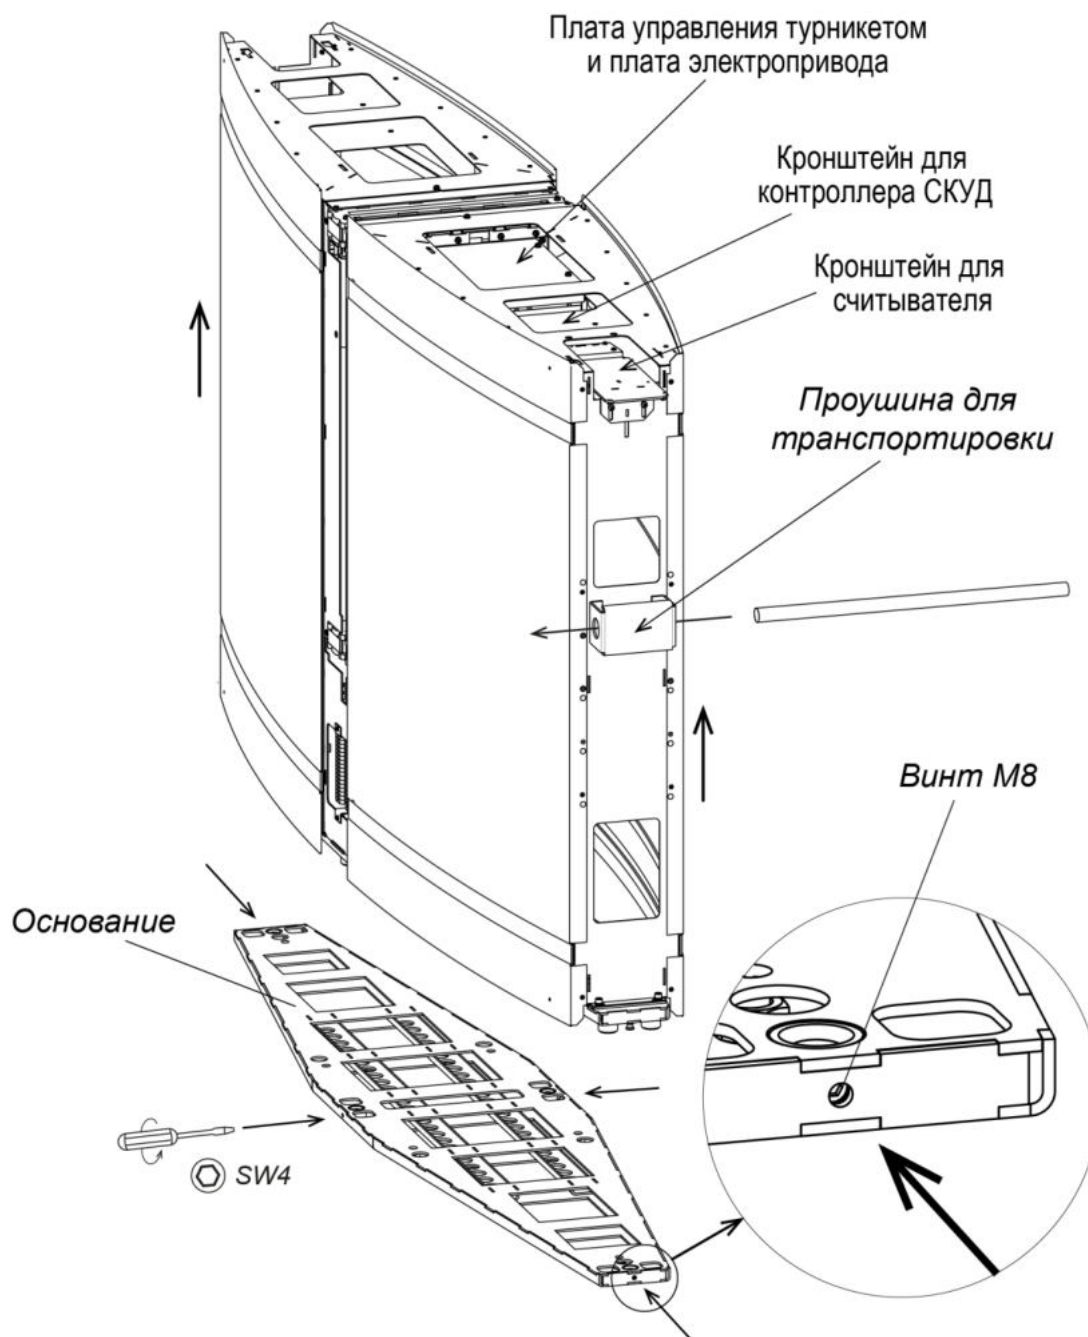

Рисунок 20. Демонтаж секции с основания
10. Установите секцию *Master* на основание, предварительно протянув внутрь ее соединительные кабели. Используя шестигранный ключ SW4, закрепите секцию на основании с помощью четырех установочных винтов M8 (см. рис. 20). При необходимости для более удобной прокладки кабелей внутри корпуса секции имеется возможность отсоединить и выдвинуть по продольной оси одну или две съемные части корпуса (см. разд. 8.7.3, рис. 21).
18. При необходимости произведите монтаж считывателей карт доступа и контроллера СКУД – считыватели устанавливаются на предусмотренные для этого кронштейны, расположенные внутри секций под верхними блоками индикации крышек или непосредственно на блоках индикации снизу (**PERCo-MR07 OEM**); контроллер СКУД устанавливается на самоклеящихся фиксаторах из комплекта поставки в проеме корпуса секции сверху под крышкой турникета (см. рис. 20).
1. Ключом шестигранным SW4 выверните до упора четыре винта M8 (см. рис. 20).
Плата электропривода створки располагается под стеклянной крышкой турникета с правой стороны от створки в проеме корпуса секции, см. рис. 20 (для стороны *Master* совместно с платой управления).